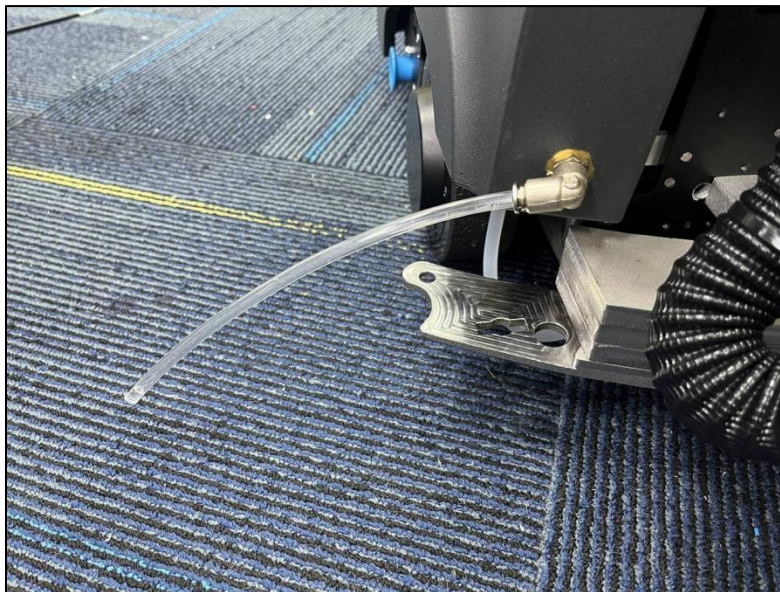

Fig. 2
3. Richt het uiteinde van de buis in de richting van de afvoer. De fitting kan worden gedraaid (Fig. 2).